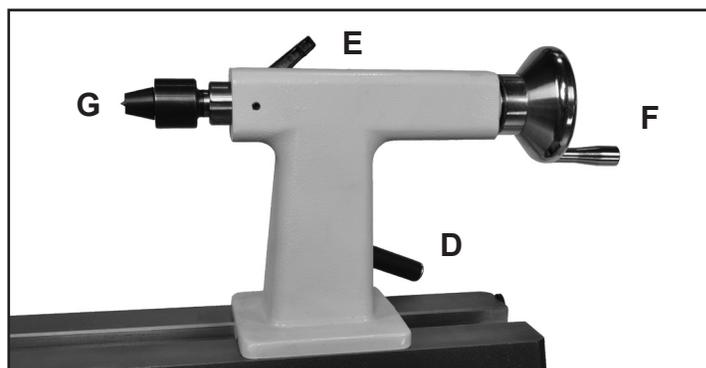

FIG. 5
1. **BLOCAGE DE LA POUPÉE MOBILE :** (FIG. 5, D) Bloque la poupée mobile en place sur la base du tour. Déverrouillez la poignée pour positionner la poupée mobile. Serrez la poignée une fois positionnée. Voir page 12 pour l'ajustement de la pression de serrage.
2. **BLOCAGE DE LA BROCHE :** (E) Verrouille la broche de la poupée mobile en place. Libérez la poignée pour déplacer la broche, ainsi que la pointe, vers l'avant ou l'arrière. Serrez la poignée lorsque la broche est bien placée.
3. **VOLANT DE LA BROCHE :** (F) Le volant avance ou recule la broche de 0 à 3-1/2". La poignée de blocage de la broche (E) doit être desserrée pour déplacer la broche.
4. **CONTREPOINTE DE LA POUPÉE MOBILE :** (G) Utilisée pour le tournage entre pointes. La contrepointe (#20C) et la broche (#6C) ont des alésages MT-2. Retirez la contrepointe en reculant la broche jusqu'à ce que la pointe se dégage, ou utilisez la barre de dégagement.